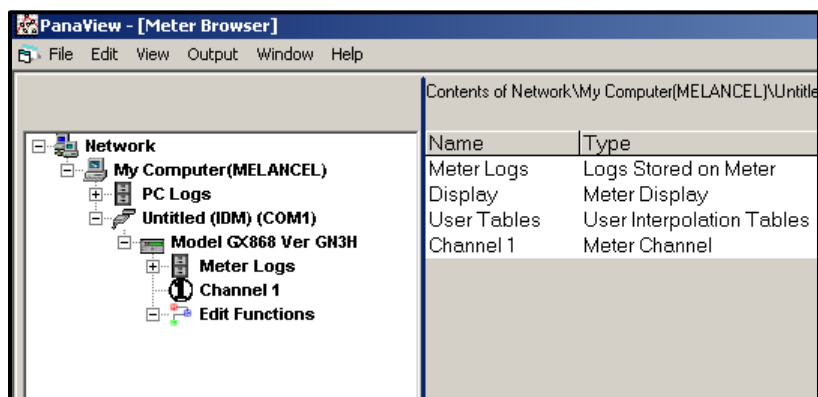

Рисунок 35: *New Meter Browser* (Поиск нового измерительного прибора) с веткой расходомера
3. Затем разверните дерево прибора, как показано на рис. 35.